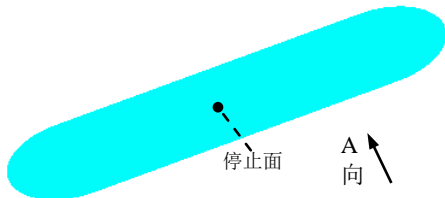

图 17.10.35 横断面草图
Step9. 创建图 17.10.34 所示的零件特征——切除—拉伸 1。选择下拉菜单 **插入(I)** → **切除(C)** → **拉伸(E)...** 命令；选取右视基准面为草图平面，绘制图 17.10.35 所示的横断面草图；采用系统默认的切除深度方向；在 **方向1** 区域的  下拉列表中选择